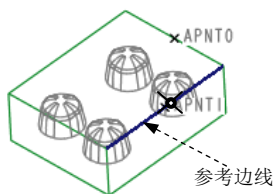

图 22.8 创建基准点 APNT1
(1) 创建图 22.8 所示的基准点 APNT1。
- ① 单击 **模具** 功能选项卡 **基准** 区域中的  按钮。
- ② 在图 22.8 中选取坯料的边线。
- ③ 在“基准点”对话框中，先选择基准点的定位方式 **比率**，然后在左边的文本框中输入基准点的定位数值（比率系数）0.5。
- ④ 在“基准点”对话框中单击 **确定** 按钮。
- ① 单击 **模型** 功能选项卡 **基准** 区域中的“平面”按钮 .
- ② 在图 22.8 中选取基准点 APNT1。
- ③ 按住 Ctrl 键，选取 MOLD_RIGHT 基准平面。
- ④ 在“基准平面”对话框中单击 **确定** 按钮。